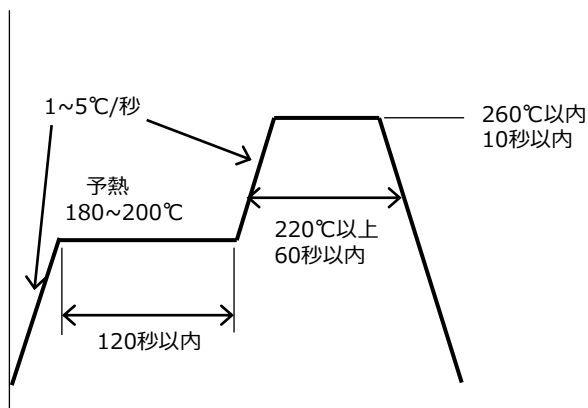

図8. リフロー推奨条件
- ①リフローによるはんだ付けは、2回までとしてください。
- ②リフロープロファイルは図8の条件を参考に、ご使用になるはんだペーストの推奨条件に合わせてください。
- ③ピーク温度からの冷却温度勾配は、急冷却を避けてください。
- ④大気リフローの場合は、リフロー時の熱や雰囲気の影響により、光学的劣化を起こすことがあります。リフローに際しては、窒素リフローを推奨します。